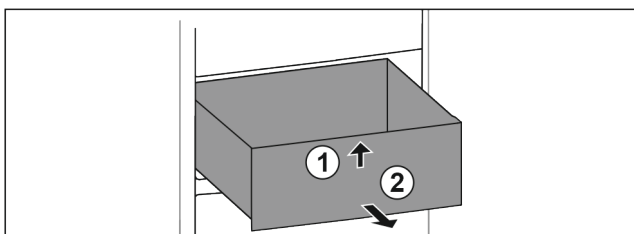

Fig. 61
- ▶ Ridicați sertarul în față. Fig. 61 (1)
- ▶ Extrageți sertarul spre înainte. Fig. 61 (2)